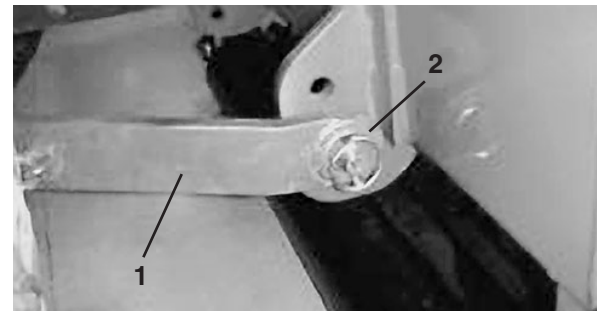

Figure 1
5. Insérez les biellettes inférieures droite et gauche sur les broches d'attelage (Fig. 1).
6. Fixez les biellettes inférieures aux broches d'attelage à l'aide des goupilles à anneau (Fig. 1).